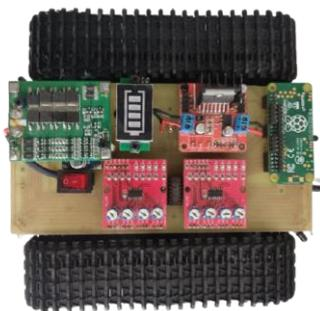

Рисунок 4 – Гусеничная вторичная станция
2. Добавление в рой гусеничных вторичных станций для увеличения возможных масштабов развёртывания (рис.4).